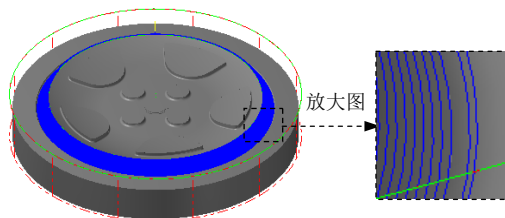

图 15.29 刀具路径
(1) 在“曲面精加工环绕等距”对话框中单击 **环绕等距精加工参数** 选项卡，在 **整体误差 (T)...** 文本框中输入值 0.005，在 **大切屑间距 (D)** 文本框中输入值 0.25，选中 **由内而外环切**、**切削顺序依照最短距离** 复选框，取消选中 **设定深度 (D)...** 按钮前的复选框，其他参数采用系统默认设置值。
(2) 单击 **间隙设置 (G)...** 按钮，在系统弹出的“刀具路径的间隙设置”对话框的 **位移小于允许间隙时，不提刀** 下拉列表中选择 **沿著曲面 (s)** 选项，并选中 **切削顺序最佳化** 复选框。单击 **✓** 按钮，系统返回至“曲面精加工环绕等距”对话框。
Step7. 完成参数设置。单击“曲面精加工环绕等距”对话框中的  按钮，系统在图形区生成图 15.29 所示的刀具路径。